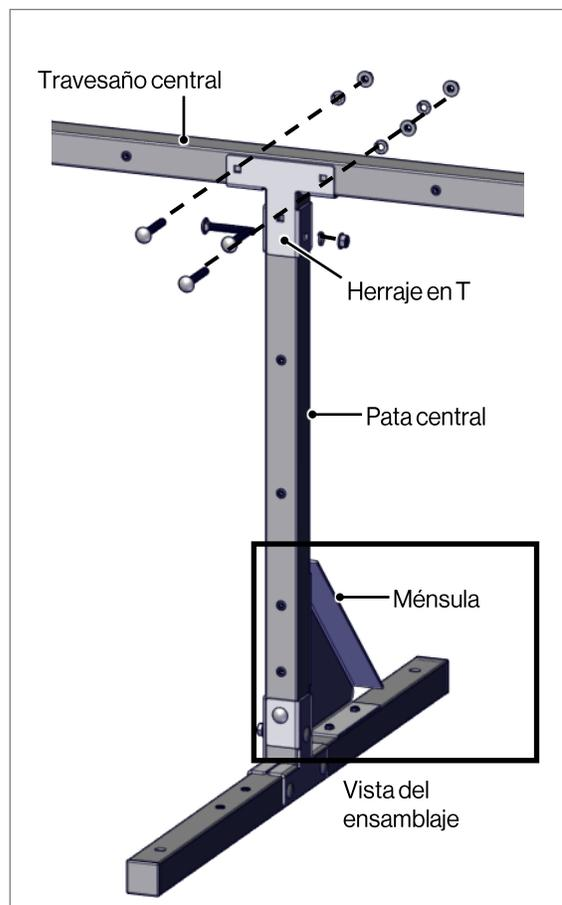

Fig. 8
- Ensamble la pata central con el travesaño central usando dos (2) herrajes en T, cuatro (4) pernos de cabeza redonda, cuatro (4) arandelas de seguridad y cuatro (4) tuercas con arandela incorporada (Fig. 8).
- Sujete la ménsula a la pata central con cuatro (4) pernos hexagonales.